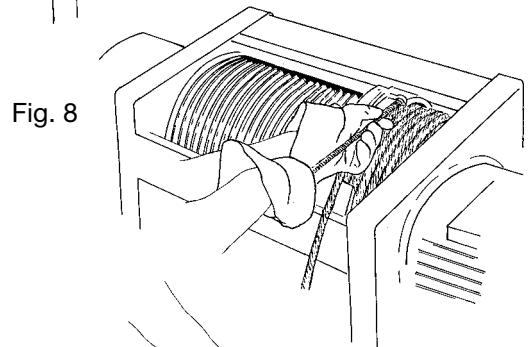
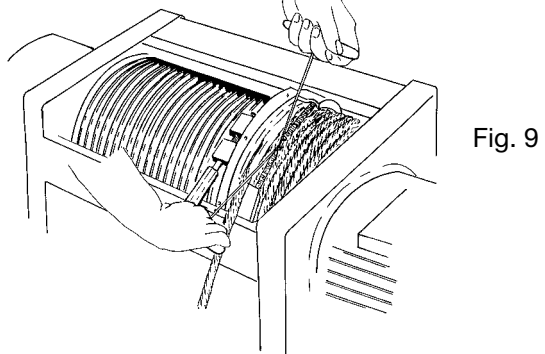
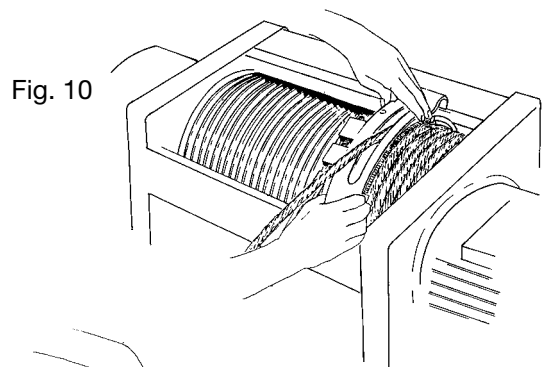
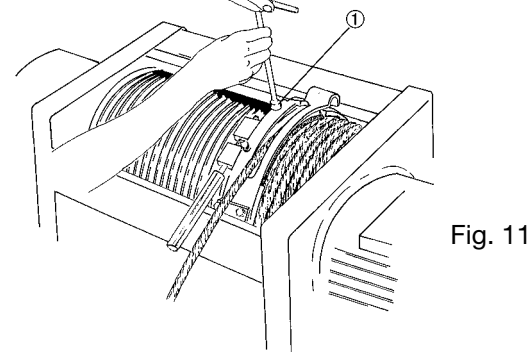

Fig. 8
Fig. 9
Fig. 10
Fig. 11
Montar el muelle aprietacables en la cavidad específica situada dentro de la anilla (Fig. 8) y cerrar la misma enganchándola (Fig. 9). Aplicar el patín de guía de cable (Fig. 10) y apretar los tornillos pos. 1 (Fig. 11).